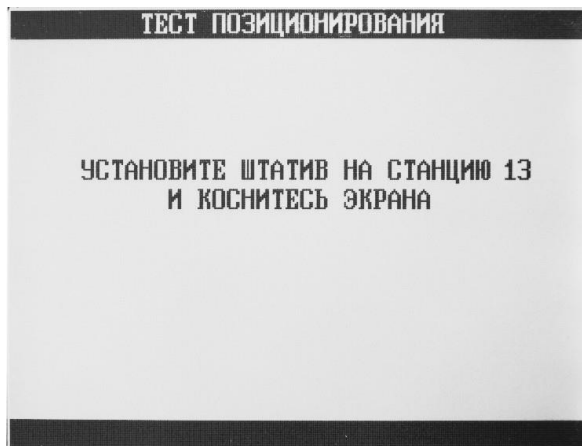

Рисунок 24. Внешний вид экрана теста позиционирования
6.3.4. После появления на экране сообщения (Рисунок 24), установите один из штативов из комплекта принадлежностей автомата на поддон в станцию № 13 и коснитесь сенсорного экрана – автомат по программе начнет перемещение штатива из станции в станцию, делая выдержку в 2 секунды в каждой станции. После выдержки штатива в станции № 1 (станция сушка) автомат вернет штатив в исходную станцию (станцию № 13). Возврат из состояния теста в раздел «КОНФИГУРАЦИЯ» осуществляется нажатием кнопки «ОТМЕНА».
6.3.5. Окончание теста индицируется мигающим зелёным светодиодом на датчике присутствия № 13. После прохождения теста снова появляется экран сообщения теста позиционирования (Рисунок 24). Тест для штатива, а также установленных в рабочей камере поддонов и ванн закончен.
6.3.8. По окончании теста позиционирования на экране снова появляется сообщение (Рисунок 24). Для выхода из программы позиционирования необходимо выключить автомат выключателем на правой панели автомата.